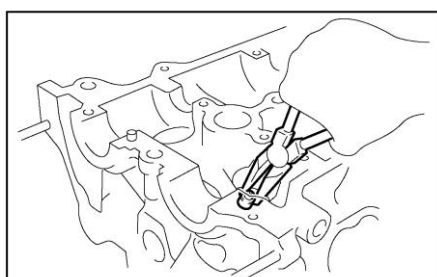

Рисунок II-144
20. Снять маслосъёмные колпачки при помощи плоскогубцев (см. Рисунок II-144)